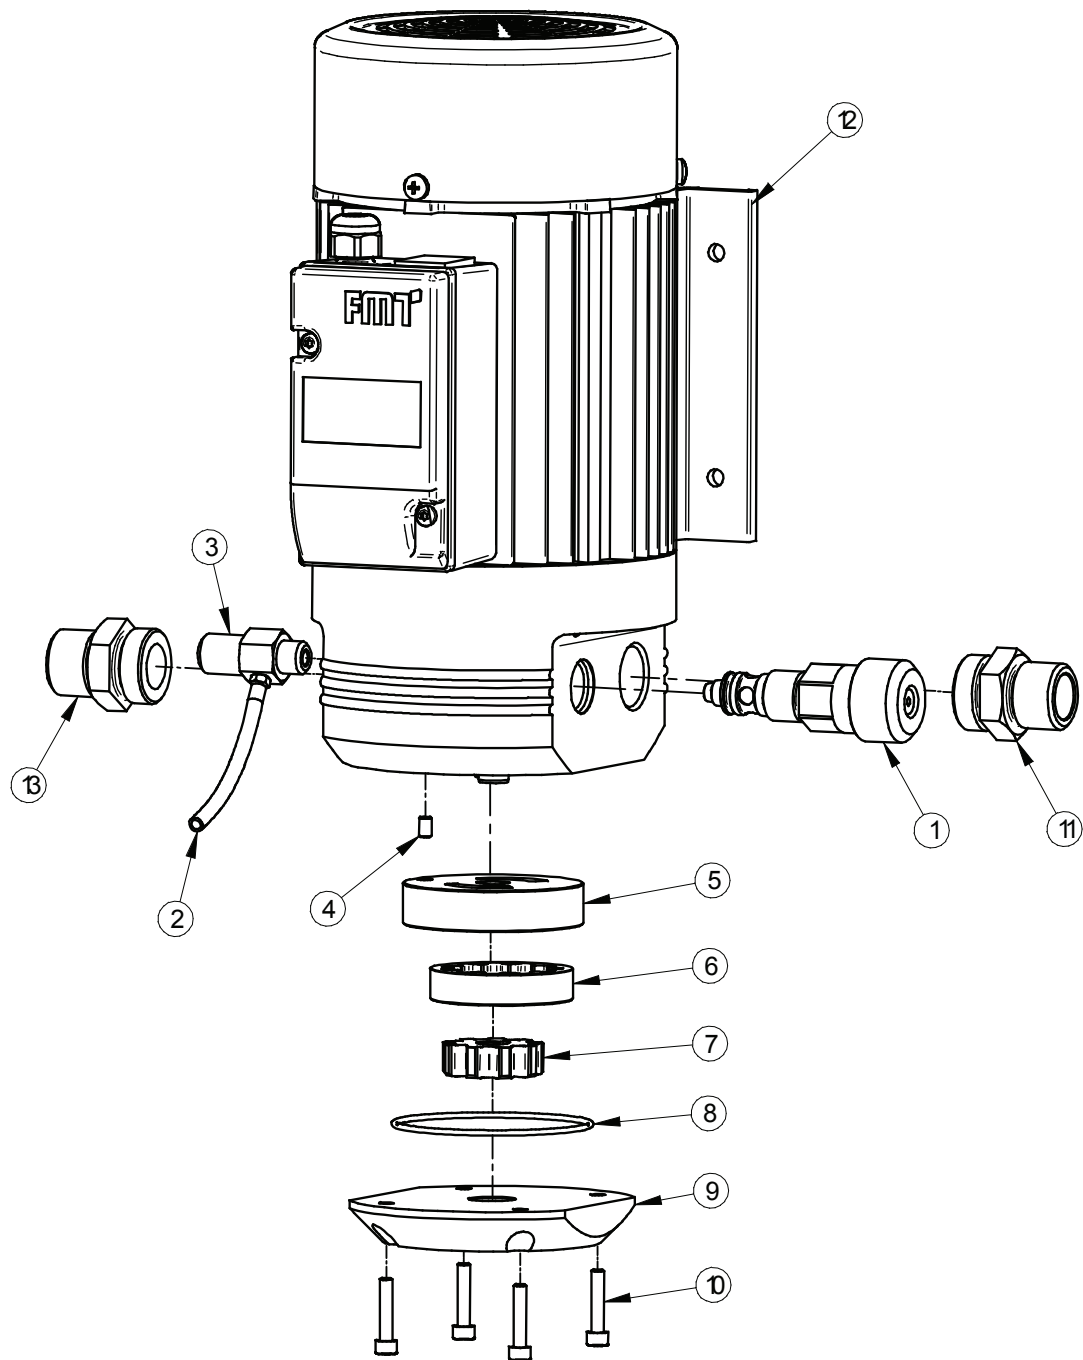

Bild 12-1 Sprängskiss över oljepumpen
- För avluftningsslangen (bild 12-1, pos 2) ned i ett lämpligt uppsamlingskärl.
- Öppna avluftningsskruven (bild 12-1, pos 3) långsamt med hjälp av en skruvmejsel ett till två varv.
- Använd då den räfflade muttern (bild 12-1, pos 1).